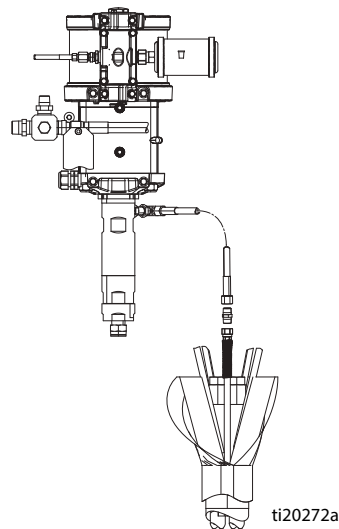

Рис. 20: Подключение промывочного насоса
2. Подключите короткий фиолетовый промывочный шланг от промывочного насоса к шлангу с отверстием 1/4 npsm в связке шлангов. Подключите шланги с помощью ниппеля 1/4 дюйма в связке шлангов. См. Рис. 20.